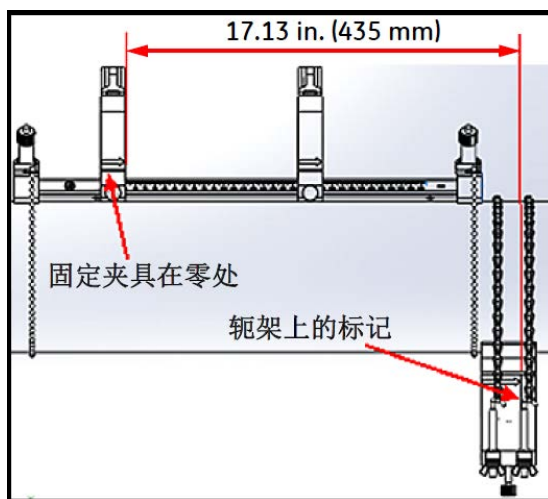

图 29: 轭架设置在 435 mm/17.13 in. 处
- 间距  $>305$  mm/12 in. （示例中使用 435 mm/17.13 in.）：从固定夹具的边缘到轭架标记线之间，量出所需的 435 mm/17.13 in. 间距 （请参见下面的图 29）。